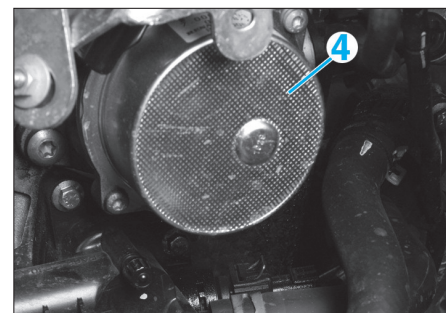

Fig. 14
- Déposer la pompe (4) après avoir déposé ses vis de fixation (Fig.14).